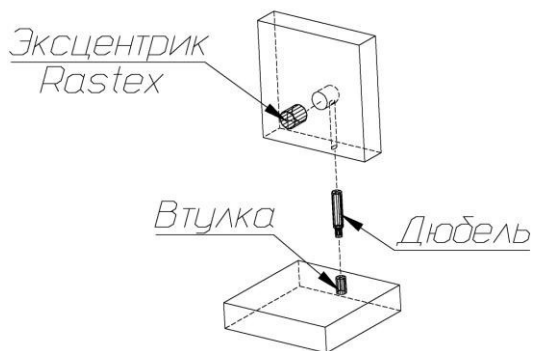

Рис. 1
1. В боковые стенки (25), (52), перегородки (26), (62), нижние щиты (27), задние стенки (23) в имеющиеся отверстия установить эксцентрики таким образом, чтобы стрелка была повернута в сторону отверстия в торце.
В установленные муфты эксцентриковых стяжек на боковых стенках (25), (52), перегородках (26), (62), крышке (21) ввернуть дюбели, в соседние отверстия установить шканты (рис.1).
Собрать между собой боковую стенку (25), нижний щит (27), перегородку (26) и заднюю стенку (23) так, чтобы дюбели и шканты вошли в предназначенные для них отверстия (рис.1). Закрепить заднюю стенку (23) с помощью конфирмат-винтов, ввернув их сквозь отверстия в нижнем щите (27).
Собрать между собой боковую стенку (52), нижний щит (27), перегородку (62) и заднюю стенку (23) так, чтобы дюбели и шканты вошли в предназначенные для них отверстия (рис.1). Закрепить заднюю стенку (23) с помощью конфирмат-винтов, ввернув их сквозь отверстия в нижнем щите (27).